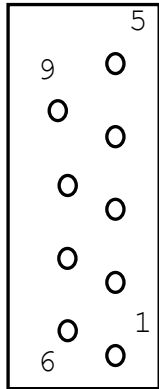

Рис.6
6.2. Для подключения датчиков на плате используются четыре 9-ти контактных разъёма типа CANON (ENC), рис.6. Разводка разъёма приведена в табл.4.